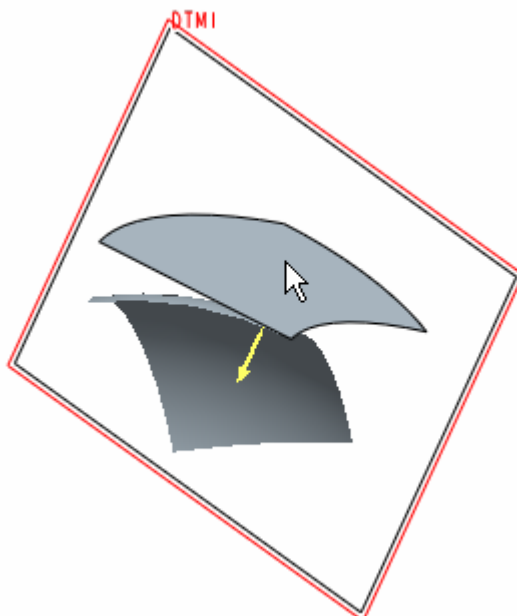

图 36-17
- (1) 单击拉伸工具按钮 ，打开拉伸特征操控板，单击 ，打开【剖面】对话框。
- (2) 选择展平面为草绘平面，基准面 DTM1 为参照平面，如图 36-17 所示。